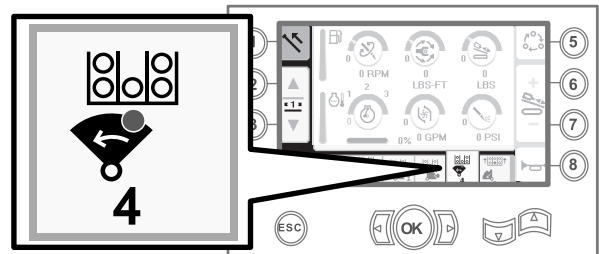

Рисунок 16
8. Отпустите перекидной переключатель, чтобы перейти к следующему этапу в последовательности действий (Рисунок 16).